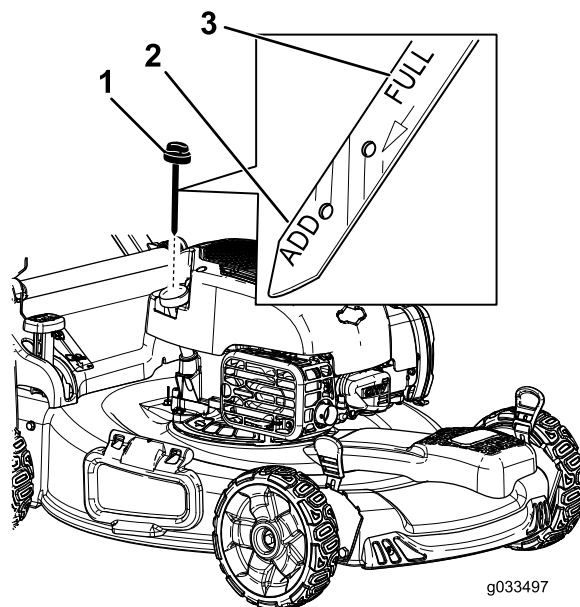

Figura 32
6. Retire la varilla del tubo de llenado de aceite (Figura 32).